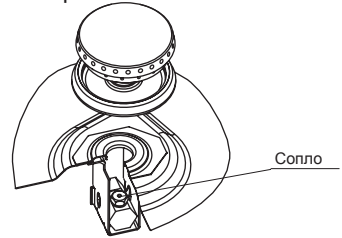

рис. 11
**16.1.2. Замена сопел на плите NGM441 03 (рис.11)**